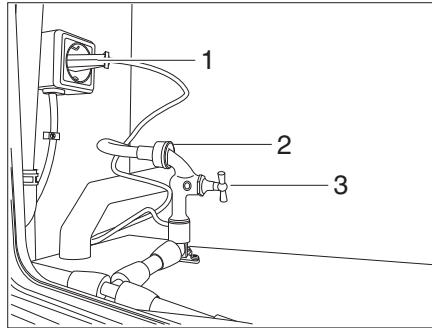

Fig. 184 Conexión del aseo con vibrador
- Cerrar el grifo de agua del aseo con vibrador (Fig. 184,3).
- Quitar el tubo flexible en el cierre de bayoneta del inodoro (Fig. 184,2).
- Conectar la manguera de desagüe adicional, que conduce a la intemperie, en el cierre de bayoneta del inodoro (Fig. 184,2).
- Extraer el enchufe (Fig. 184,1) de la caja de enchufe del aseo con vibrador.